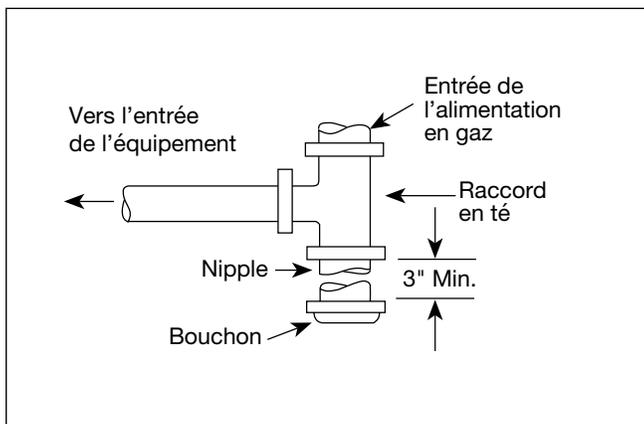

Figure 7. Procédé d'installation d'un piège à sédiments sur raccord en T.
- Il faut disposer un purgeur (collecteur de condensats) en amont des commandes de gaz (voir Figure 7). Là où le code l'exige, prévoyez un second robinet manuel de sectionnement du gaz. Ne retirez pas la vanne manuelle fournie avec la chaudière.